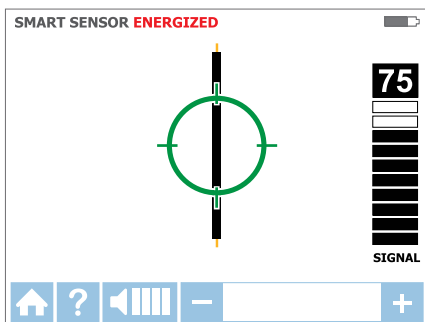

Figura 3.1e
5. Símbolo do alvo verde indica que o Receptor está diretamente sobre o fio. Se Receptor não irá bloquear no fio, diminua a sensibilidade usando o "-" no teclado ou defina o transmissor para transmitir a nível BAIXO (Precisão). (vide Figura 3.1e)